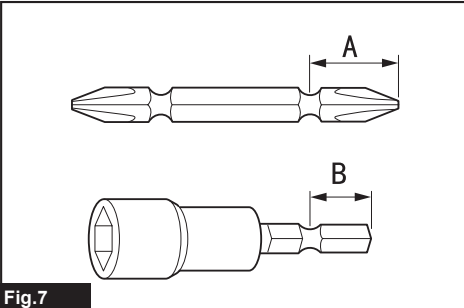

Fig.7
► **Рис.7:** 1. Регулировочное кольцо 2. Градуировка 3. Стрелка